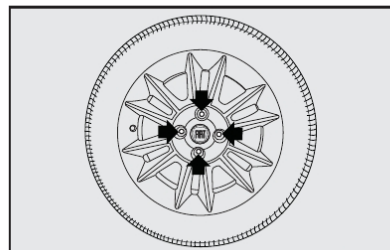

fig. 9
- Desapertar cerca de uma volta os parafusos de fixação da roda a ser substituída **setas-fig. 9**.